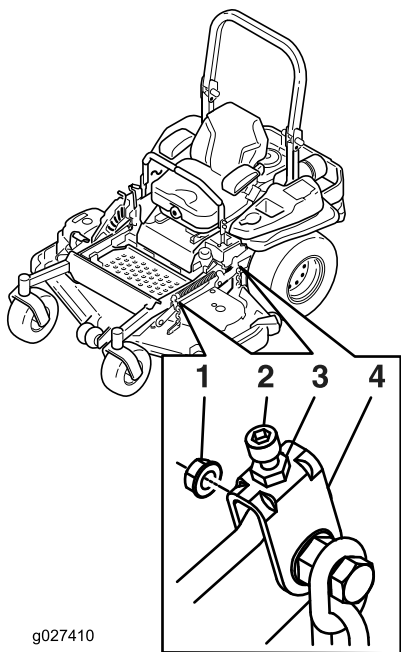

Figura 92
9. Si es necesario, afloje la tuerca “whizlock” del lateral de la horquilla y la contratuerca de la parte superior. Gire el tornillo de ajuste hasta obtener una altura de 76 mm (3 pulgadas) (ver Figura 92).
15. Gire el tornillo de ajuste hasta obtener una altura de 8.3 cm (3-1/4 pulgadas) (Figura 92).